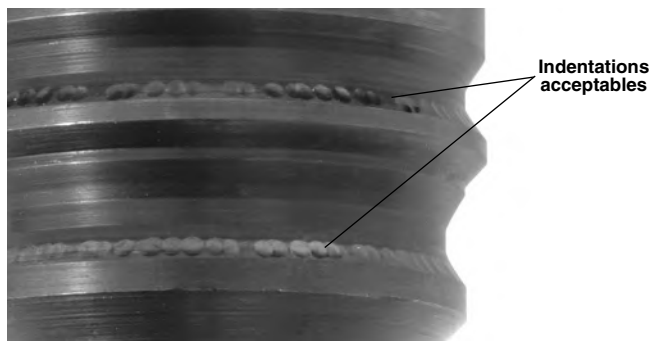

Figure 9 – Indentation des rainures de raccord QCS
- Lors de l'inspection du raccord QCS correspondant des têtes interchangeable, il est à noter que la présence de légères indentations le long des rainures du raccord QCS est signe d'usure normale et ne constitue pas une anomalie (*Figure 9*).